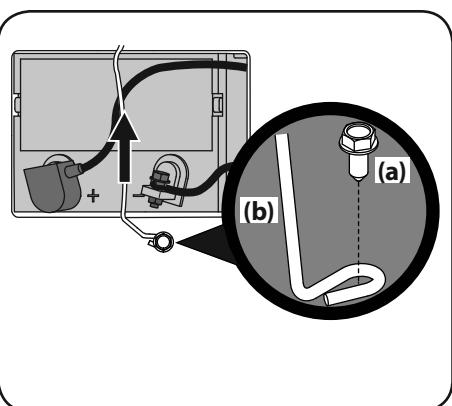

Figura 13
- Extraiga el tornillo de cabeza hexagonal con arandela (a) que sujetla el soporte de sujeción de la batería al marco (b). Luego levante el soporte de sujeción (b) de la batería para liberar la batería. Consulte la Figura 13.